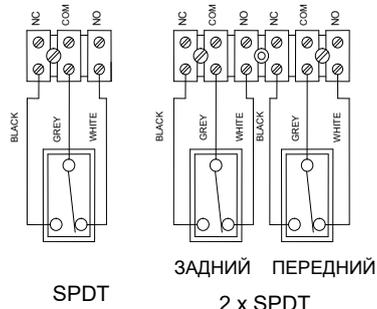

Рис. 1В
На рис. 1А показано состояния электрических контактов при атмосферном давлении.
**Примечание:** реле с диапазонами ниже атмосферного давления имеют обратное подключение между клеммной колодкой и микропереключателем (-ями), чтобы обеспечить это состояние (рис. 1В).